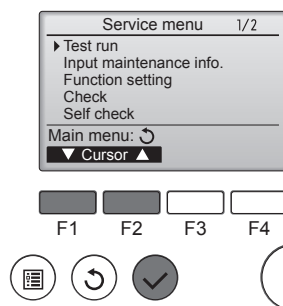

Fig. 7-1
- 1 Επιλέξτε "Test run" (Εκτέλεση ελέγχου) από την οθόνη Service menu (Μενού σέρβις) και πατήστε το κουμπί [ΕΠΙΛΟΓΗ]. (Fig. 7-1)